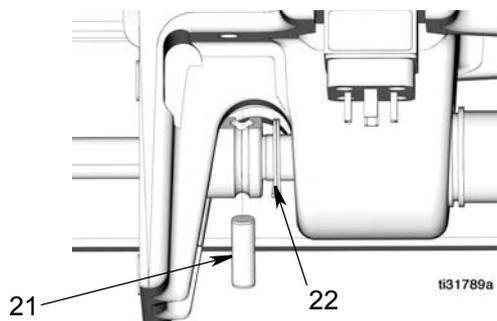

FIG. 33
3. Inserire il perno (21) nel foro di allineamento. Spingere la molla di ritenzione (22) sul perno (FIG. 33).